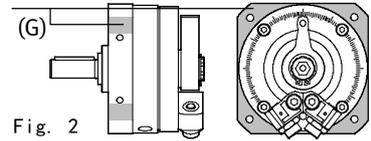

Fig. 2
1. 请检查是否有必要在 DSM 的安装法兰上增加钻孔。灰色位置 (G) (Fig. 2) 标出了可以在 DSM 上增加钻孔的区域 (例如: 用于承接定位销)。